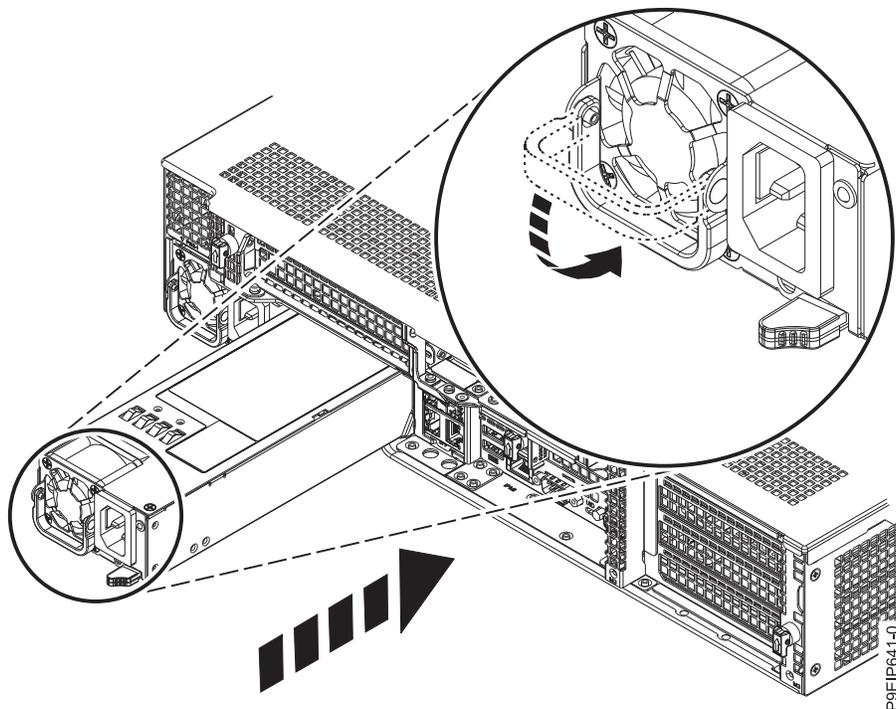

Figura 62. Sustitución de una fuente de alimentación en el sistema
2. Alinee la fuente de alimentación con la bahía, como se muestra en la Figura 62 en la página 58. El ventilador está a la izquierda y el enchufe a la derecha. Deslice la fuente de alimentación en el sistema hasta que el pestillo encaje en su sitio.